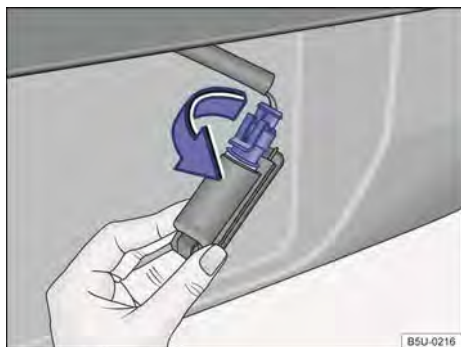

Fig. 188 Lanterna da placa de licença: remover o soquete da lâmpada.
- 3 Girar o soquete da lâmpada no sentido da seta → Fig. 188, e desencaixá-lo do alojamento.
- 7 Posicionar o soquete no alojamento e girar no sentido contrário ao da seta → Fig. 188.